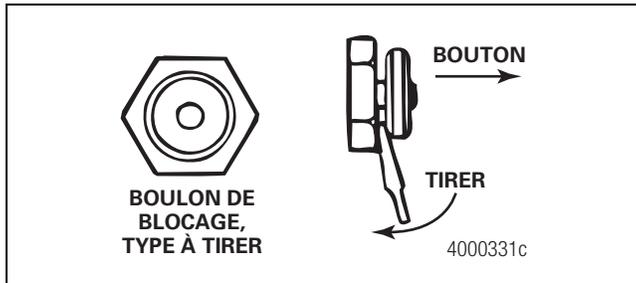

Figure 3.1
1. Désengager le bouton de blocage. Utiliser un tournevis ou un outil approprié pour tirer le bouton de blocage d'au moins 1/32 po (0,8 mm) et en désengager les dents. Figure 3.1.